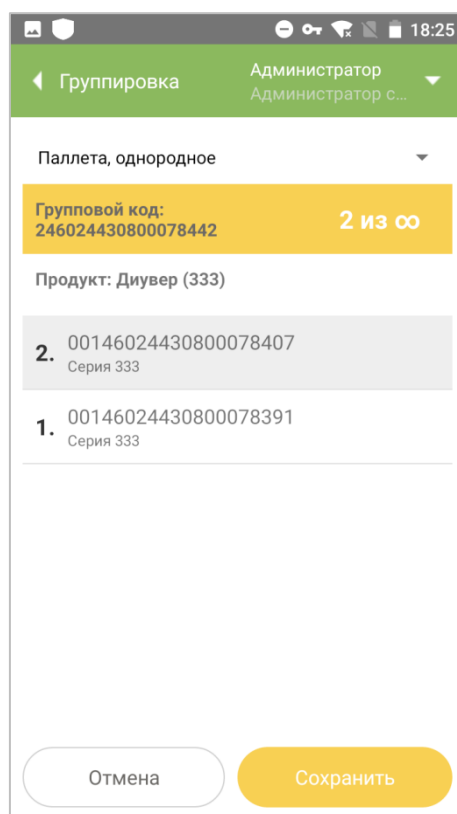

Рисунок 3.5
- 2.1.4. Просканировать групповые SSCC-коды гофрокоробов (п. 1.5), которые нужно сгруппировать в паллету (Рисунок 3.5). При этом на экране отобразится следующая информация: